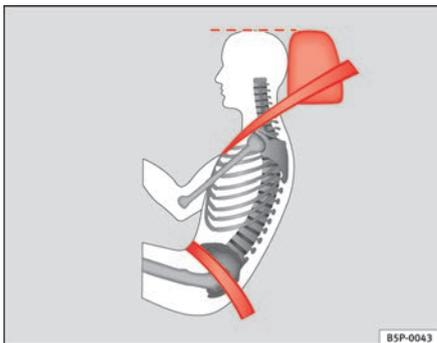

Fig. 14 Posição da faixa do cinto de segurança e do encosto de cabeça correctos, vistos de lado
- A faixa inferior do cinto de segurança tem de ser colocada junto à bacia, sem passar por cima do abdómen. O cinto de segurança tem de ficar bem cingido à zona pélvica do ocupante ⇒ fig. 14. Se necessário, reajustar um pouco a faixa do cinto de segurança.